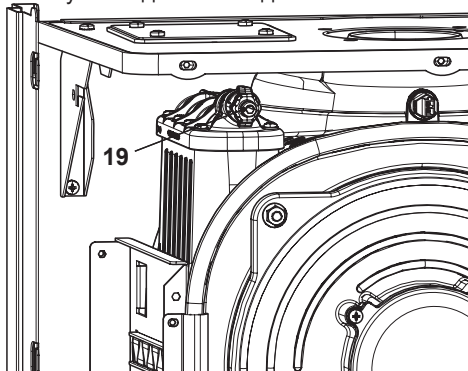

Рисунок 6.4
- Перед откручиванием выпускного патрубка первичного конденсирующего теплообменника 19, см. Рисунок 6.4, подсоедините сливную трубку к штуцеру для выпуска воды на выходе.
стр. 14, и закройте выпускной патрубок первичного конденсирующего теплообменника 19, см. Рисунок 6.4, когда из него начинает выходить вода.